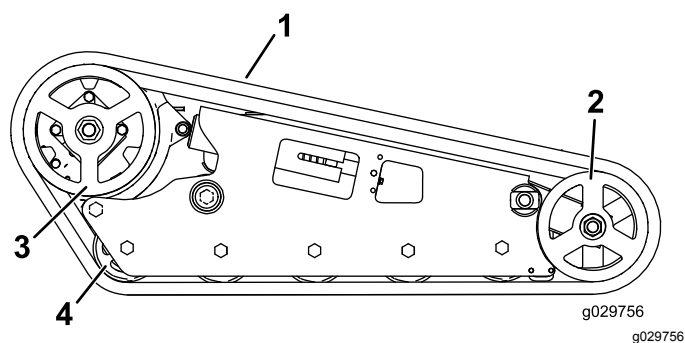

Figure 57
**Important:** Nettoyez soigneusement les galets de roulement, la roue avant et le pignon d'entraînement (Figure 57). Les galets de roulement doivent tourner librement lorsqu'ils sont propres.